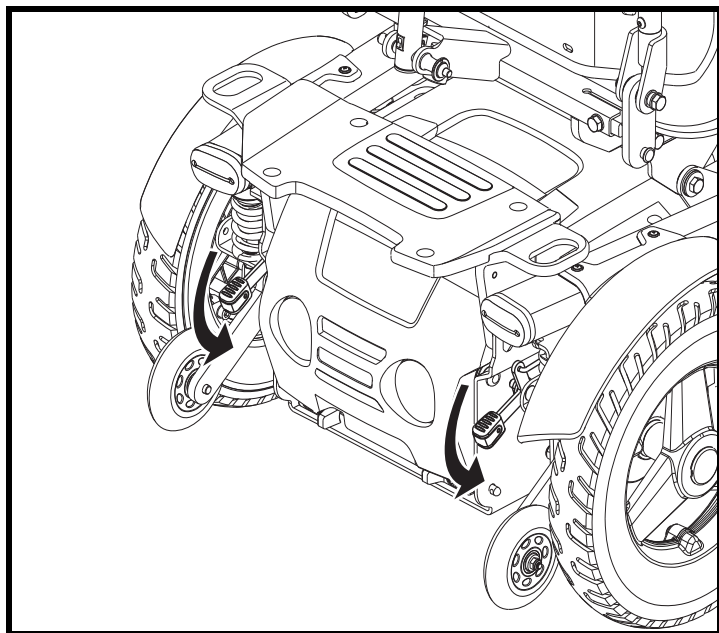

Figura 8. Modalità normale (trazione inserita)
2. Spingere la due leve verso il basso per attivare i motore di trazione. Vedere figura 8.